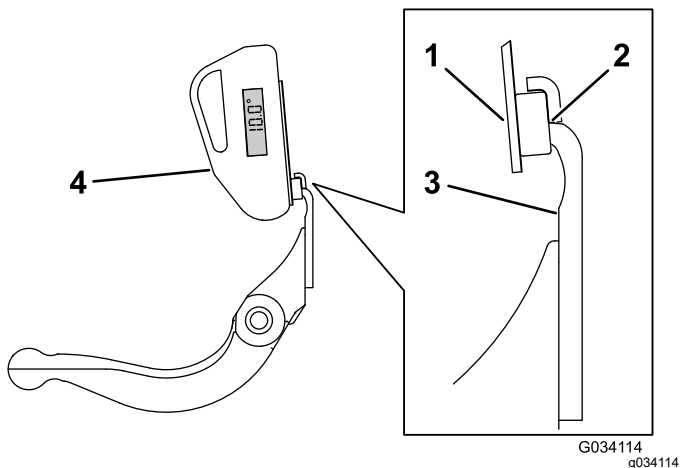

Bild 20
3. Legen Sie die Neigungsmesserbefestigung an die Kante des Untermessers, sodass die Kante des Magnets bündig mit der Kante des Untermessers ist (Bild 20).
4. Legen Sie den Neigungsmesser auf die Befestigung, wie in Bild 20 abgebildet.